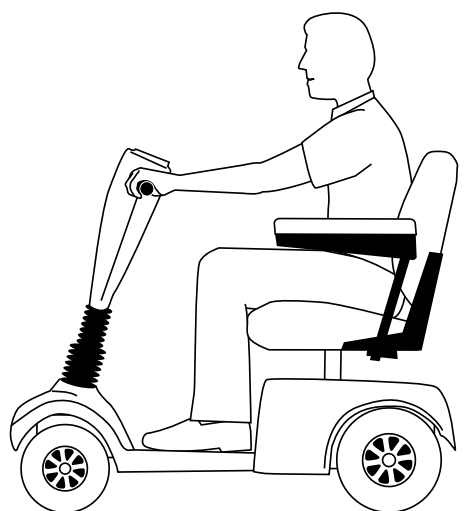

FIGURE 2. POSITION DE CONDUITE NORMALE
- Les tests contrôlés démontrent qu'il est préférable de pencher le torse vers l'avant à l'approche d'une pente. Voir les figure 2 et 3. Ceci porte le centre de gravité vers l'avant et augmente la stabilité de votre scooter.